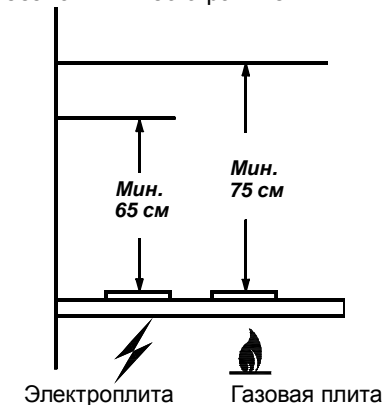

РИС. 1
1.2 Зонт устанавливайте над плитой, как показано на рис. 1.
4.6 Устанавливайте зонт над плитой в соответствии с рис. 1.
- разметьте линию установки нижней части зонта над плитой (рис. 1);